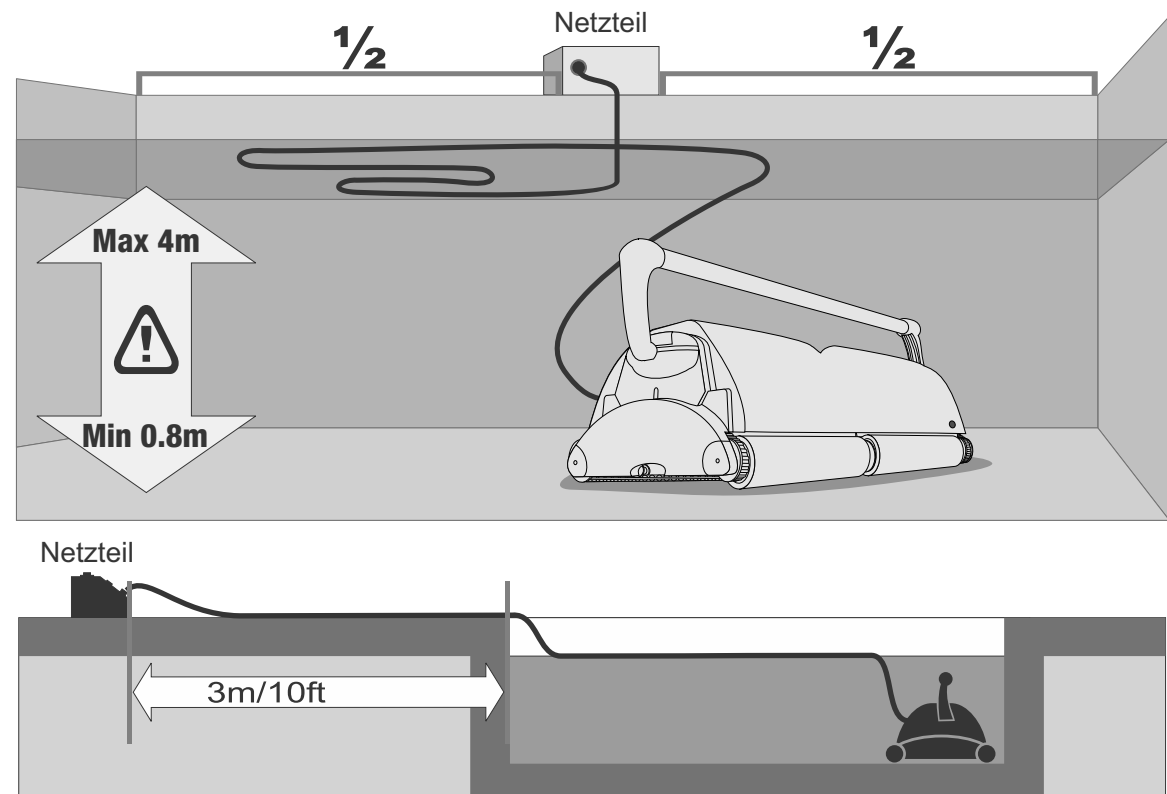

Abb.1
Das Netzteil muss in einem geschützten Bereich mindestens 3 Meter (10 Fuß) entfernt vom Schwimmbecken stehen. Außerdem darf das Netzteil nicht dem Regen ausgesetzt oder in Wasserpfützen gestellt werden. Wenn möglich stellen Sie das Netzteil in die Mitte der Längsseite des Schwimmbeckens (siehe Abb. 1). Dieses ermöglicht dem Reiniger und dem Kabel alle Bereiche des Beckens zu erreichen. Das mitgelieferte Netzteil ist auf EINE der beiden Eingangsspannungen ausgelegt:
- 4) Spulen Sie das Schwimmkabel vollständig ab und verteilen Sie es auf der Wasseroberfläche so gleichmäßig wie möglich. Stellen Sie sicher, dass das Kabel weder verdreht ist noch Knicke hat (siehe Abb. 1).